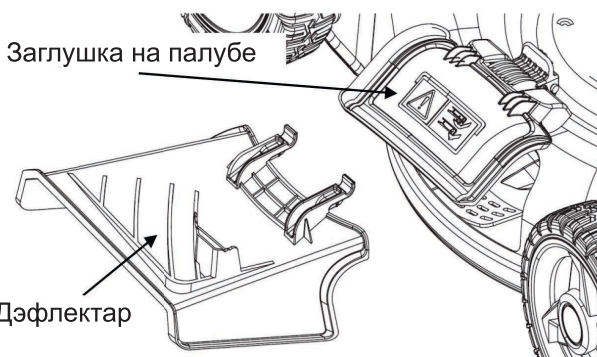

Рис. 15
- Змацуйце дэфлектар з газонакасілкай і апусціце вешка бакавога выгрузнага адтуліны (Рис. 15), устаўляючы пластыкавыя накіроўвалыя пад металічны шыфт апоры заглушкі.